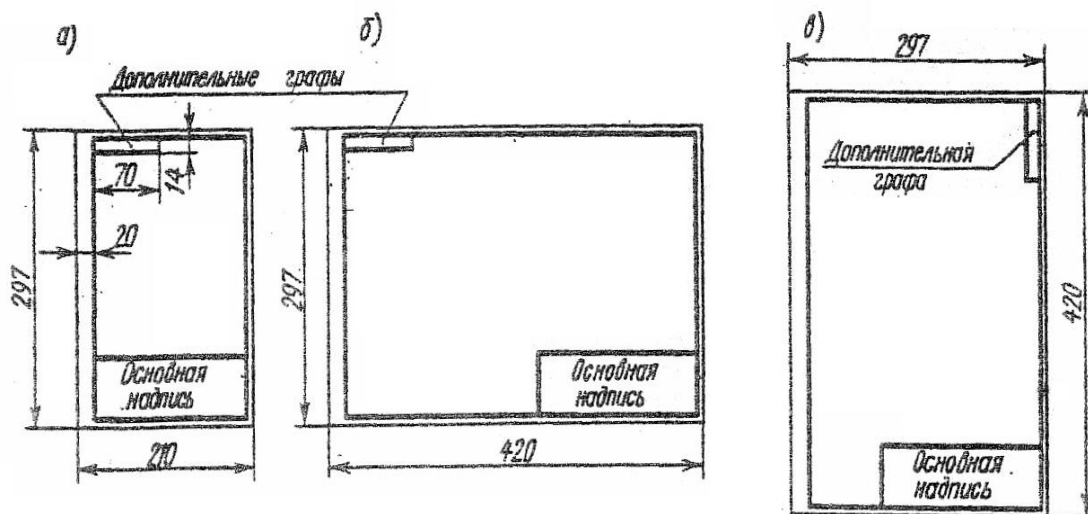
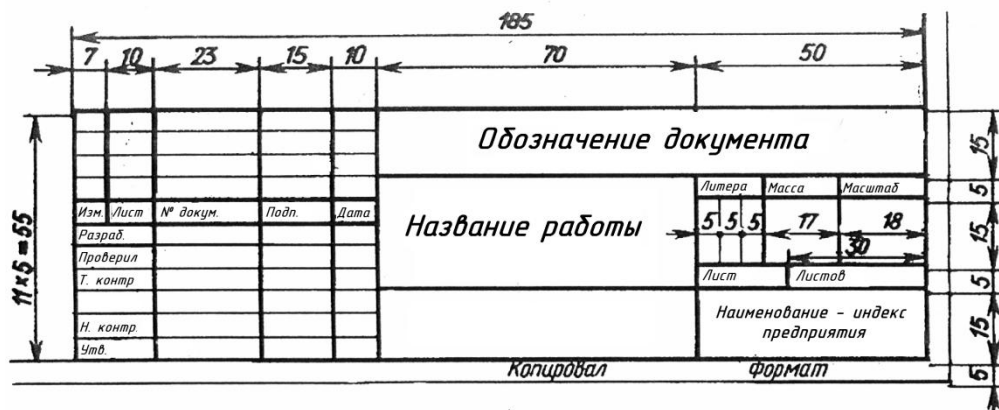

Рис.1 Расположение основной надписи на листе
Рис.2 Основная надпись
Чертеж оформляется рамкой, которую проводят сплошной основной линией от верхней, правой и нижней сторон внешней рамки на 5мм и на 20мм от левой для подшивки листа. В правом нижнем углу формата помещают основную надпись чертежа (угловой штамп) Рис.1. Форма, содержание и размер графической основной надписи для технических чертежей (рис.2)
2. Соблюдая размеры основной надписи (рис.2) вычертите контуры сплошной тонкой линией;